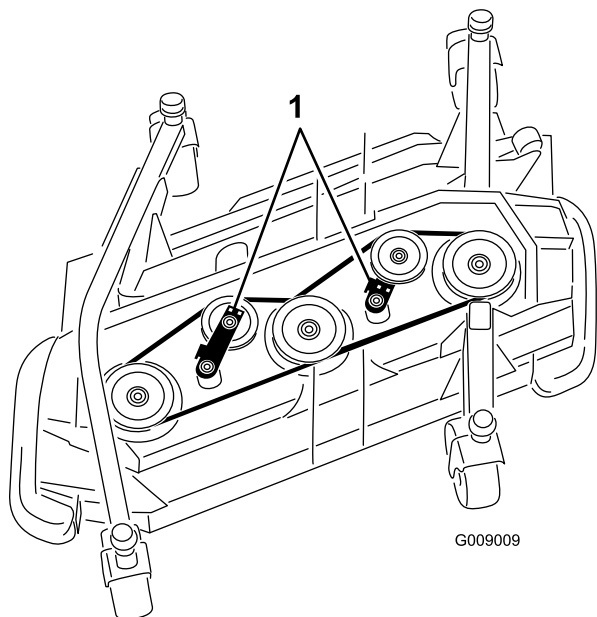

Рисунок 124
5. Используя гаечный ключ с храповиком или аналогичный инструмент, отодвиньте натяжной ролик от приводного ремня, чтобы ослабить ремень и снять его со шкивов (Рисунок 124).